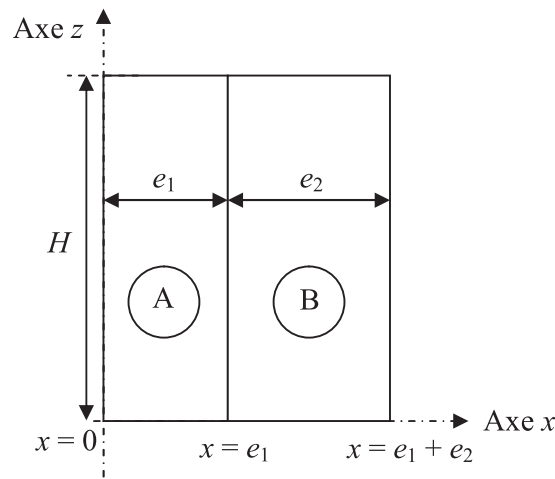

Figure 2 : solide composé de deux parties A et B
**A.2.1-** On considère un solide formé de deux parties parallélépipédiques distinctes A et B, de même hauteur  $H$ , de même largeur  $l$ , mais d'épaisseurs différentes, respectivement  $e_1$  et  $e_2$  (figure 2). Leurs propriétés physiques sont homogènes mais différentes. On leur associe respectivement les conductivités thermiques  $\lambda_A$  et  $\lambda_B$ . Il n'y a aucun dégagement de puissance dans ces deux solides qui, par ailleurs, sont reliés sans résistance thermique. Les températures  $T_0 = T(x = 0)$  et  $T_2 = T(x = e_1 + e_2)$  sont fixées.